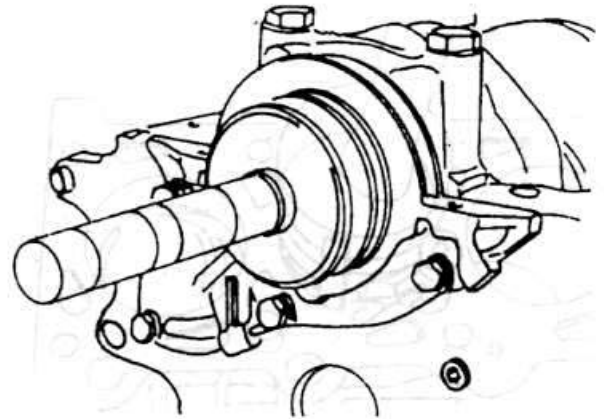

Рис. 2.32
- ♦ Отцентрируйте корпус заднего сальника коленвала. В корпусе должны находиться новый сальник и приспособление 21-103 (рис. 2.32).